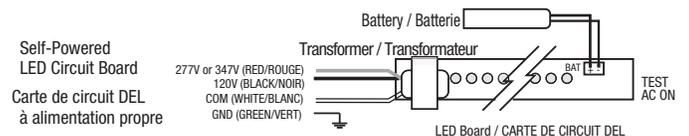

Fig. 5
4. Effectuer les branchements appropriés (dans la boîte de jonction) entre l'alimentation CA et le transformateur de la carte de circuit: ROUGE – ligne de 347 V pour tous les unités ou 277 V; NOIR – ligne de 120 V; BLANC – neutre (Fig. 5).
Pour les unités munis avec un sélecteur de tension d'alimentation CC et deux fils: ajuster le sélecteur à la tension désirée avant de faire les branchements: BLEU= (-), JAUNE= (+) (Fig. 5).
5b. **MODELE AUTO-ALIMENTÉ – EN OPTION:** brancher les connecteurs de la batterie dans les connecteurs pour la batterie sur la carte de circuit imprimé DEL (Fig. 5).
5c. **MODELE CA SEULEMENT – EN OPTION:** Couper et isoler les fils jaune et bleu (Fig. 5).